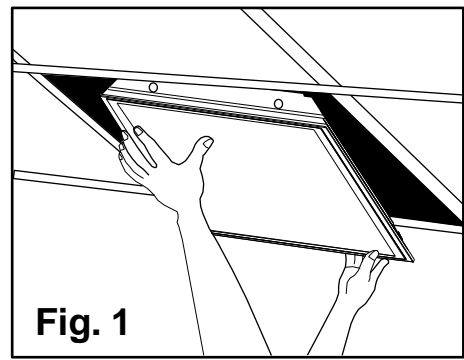

Fig. 1
3. Coloque el luminario en una red de barra-T en el lugar deseado (**Fig. 1**).